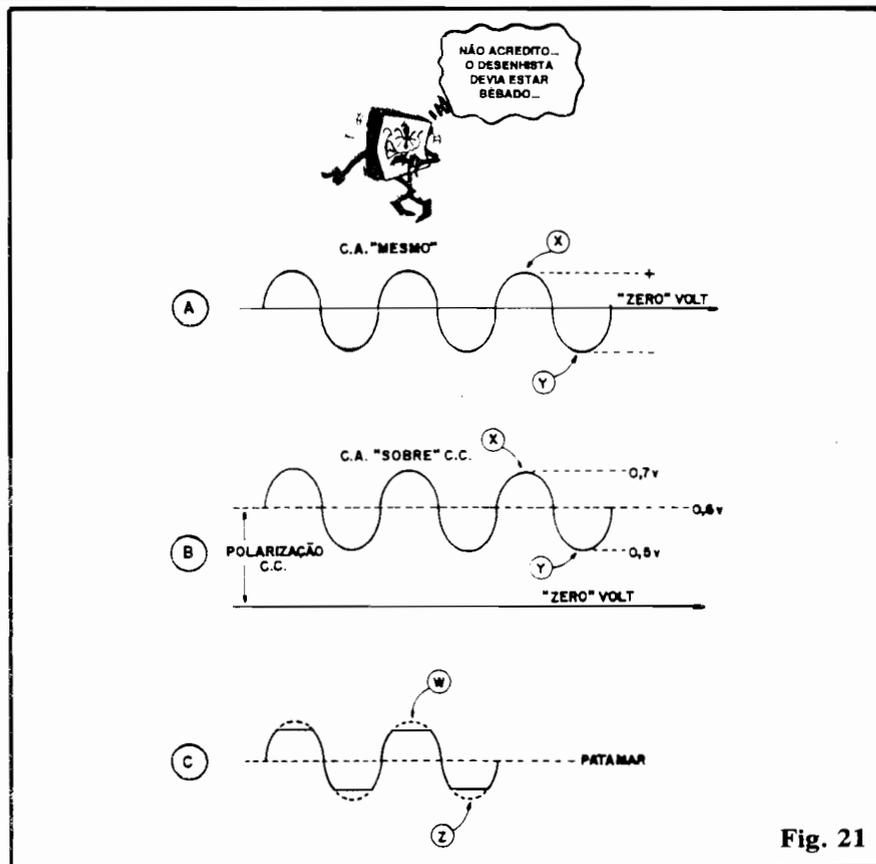

Fig. 21
- FIG. 21-A - Numa C.A. “pura” (ver gráfico de representação) temos um “patamar” fixo de “zero” volts, com os níveis de tensão alternando “para cima” desse patamar (semi-ciclos positivos) e “para baixo” do dito cujo (semi-ciclos negativos). Em outras palavras: com o nível de tensão no ponto “X” este estará “mais positivo” do que o referencial de “zero” volt; já com o nível de tensão no ponto “Y”, este estará “mais negativo” do que o referencial de “zero” volt...
- FIG. 21-B - Já nos circuitos e componentes eletrônicos (na es-
- **FIG. 21-C** - Esse conceito da "C.A. encavalada" sobre a C.C., bem como a correta determinação dos níveis de polarização do transistor têm muita importância quando se exige a absoluta "preservação" da forma de onda ori-